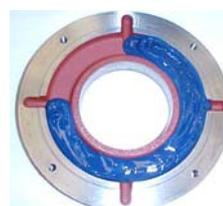

Figura 7.3: Anillo de fijación externo del cojinete
- Llenar  $\frac{3}{4}$  del depósito de los anillos de fijación interno y externo con la grasa recomendada (Figura 7.3) y lubricar el rodamiento con la cantidad suficiente de grasa antes de montarlo;
Cuando el cojinete sea abierto, inyectar la grasa nueva a través de la graseira para expeler la grasa vieja que se encuentra en el tubo de entrada de la grasa y aplicar la grasa nueva en el rodamiento, en el anillo interno y en el anillo externo, llenando 3/4 de los espacios vacíos, conforme es mostrado en la Figura 7.3. En el caso de los cojinetes dobles (esfera + rodillo), llenar también 3/4 de los espacios vacíos entre los anillos intermedarios;